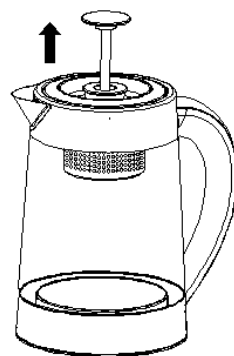

Fig. 8
2. Après avoir ajouté de l'eau, placez le couvercle correctement. Soulevez le sachet de thé Fig.8 après avoir recouvert le couvercle, puis placez la bouilloire sur la base. Insérez la fiche d'alimentation dans la prise d'alimentation correspondante, puis l'avertisseur sonore retentira deux fois et tous les indicateurs s'allumeront pendant une seconde. La bouilloire est donc en veille si aucune autre opération n'est en cours.